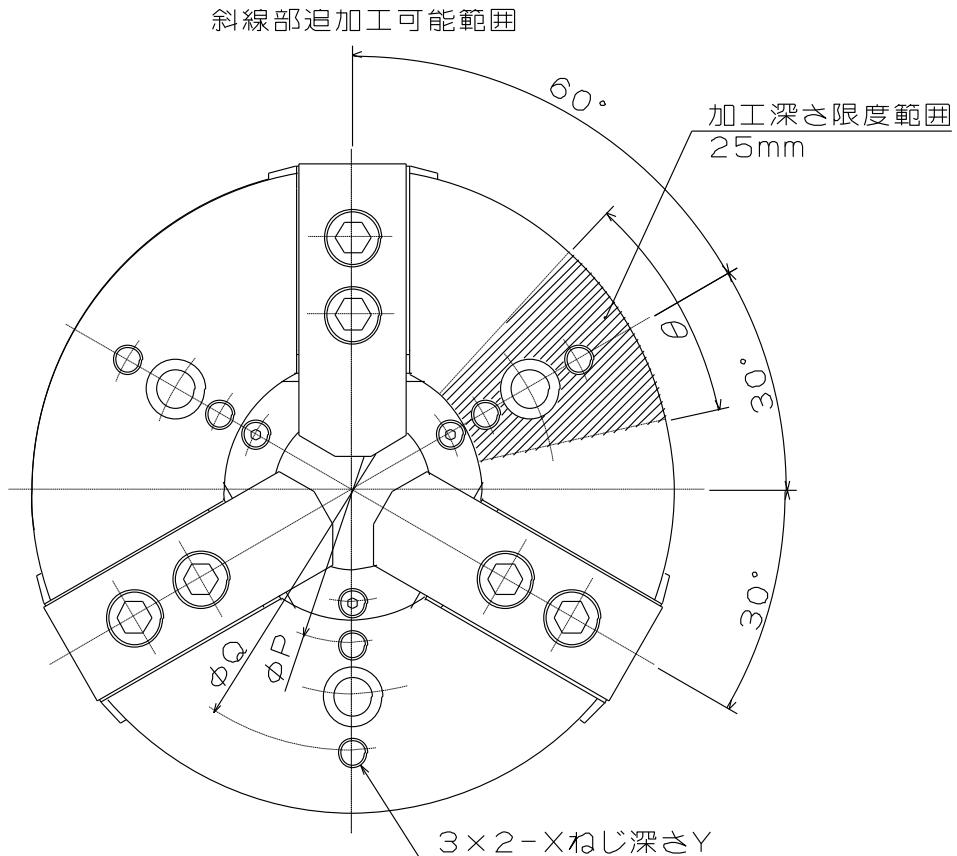

図 12
- チャックボディ表面にロケータや治具を取り付ける場合は、図 12 に示す追加工範囲内に穴明けを行ってください。